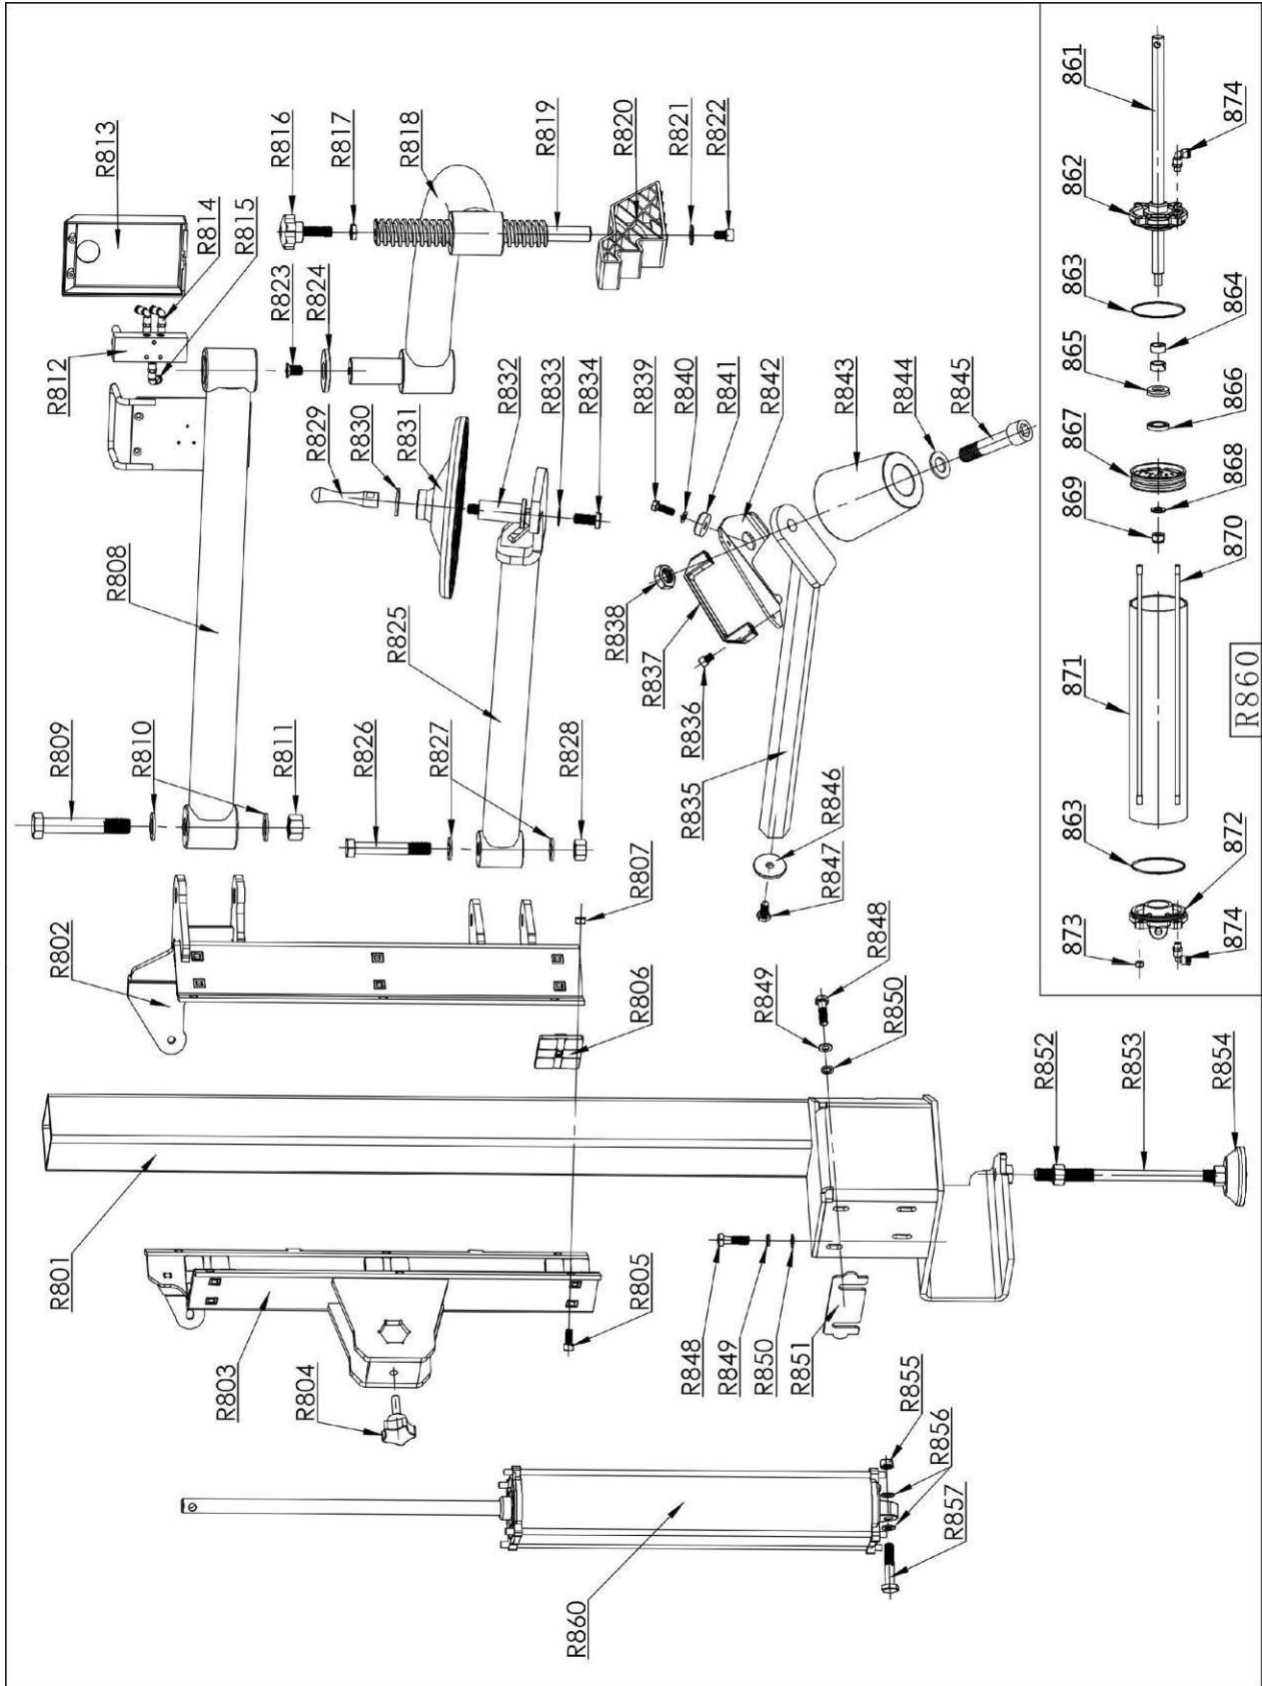

Fig.14
1011812 主机①（图 14）
2065717 Rise and fall cylinder assemble (Fig.14)